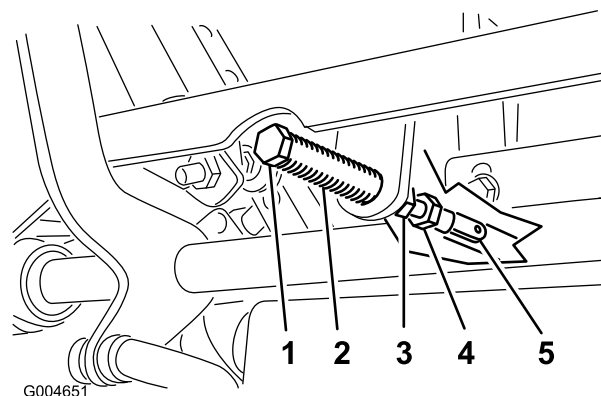

Figure 50
5. Tirez-le ensuite en arrière jusqu'à ce que l'axe de chape (situé sur un bras au-dessus de l'axe de pivot) touche l'extrémité de l'encoche (c.-à-d. commence juste à appuyer sur le ressort), comme montré à la Figure 50.
7. Si un réglage s'impose, desserrez l'écrou et l'écrou de blocage vissés contre la chape (Figure 50).
8. Appliquez une légère pression à l'arrière du levier, et tournez la tête du boulon de réglage dans le sens voulu pour centrer le levier à la position de VERROUILLAGE AU POINT MORT (Figure 50).
9. Serrez l'écrou et l'écrou de blocage (Figure 50).
10. Serrez les écrous de blocage contre les rotules (Figure 50).